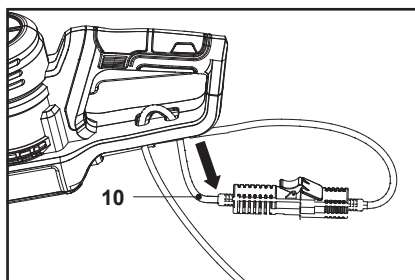

Fig. 4
3. Passe o cabo de alimentação (10) sobre o retentor de cabo (11) e puxe com cuidado o cabo de alimentação (10) para garantir que está bem seguro (Fig. 4).